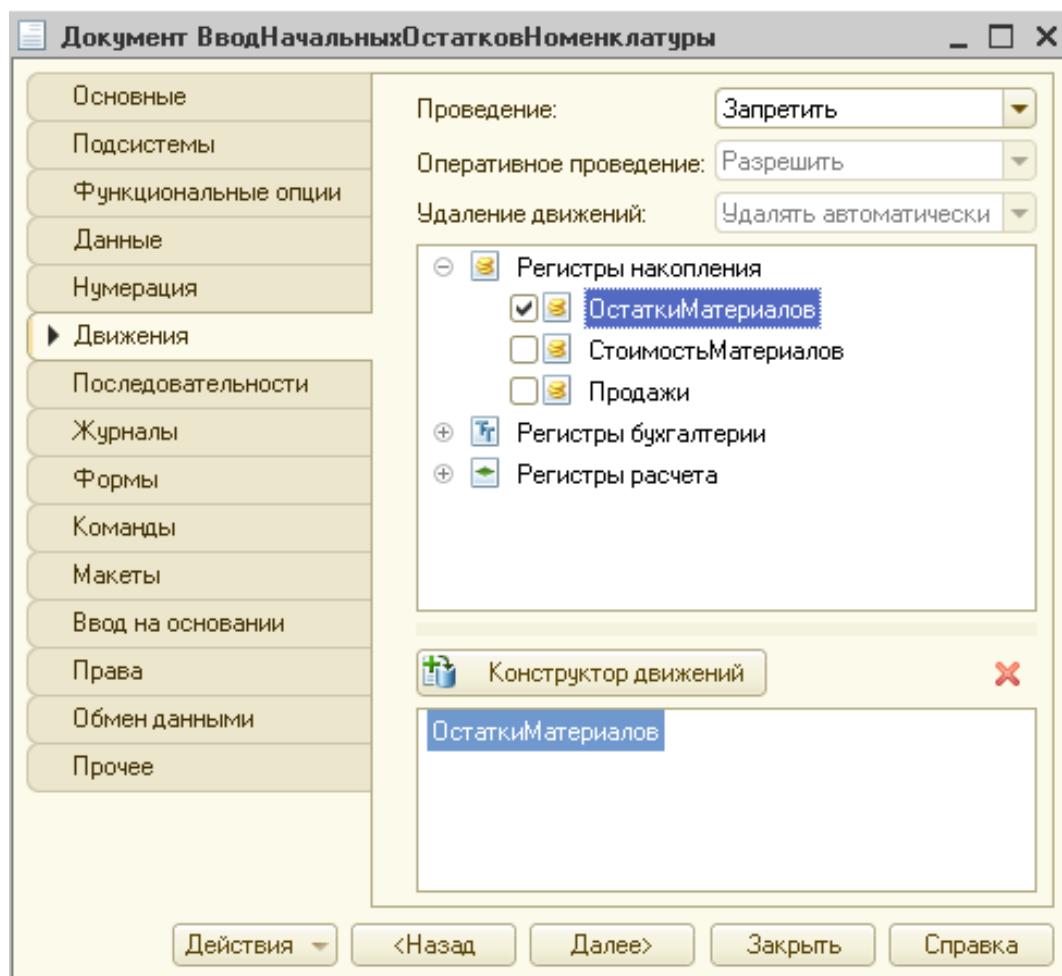

Рисунок 9.1 Настройка условий движения документа
2. Перейти на закладку Движения. Запретить проведение документа и отметить, что движения документа будут находиться в регистре накопления ОстаткиМатериалов (рис.9.1).